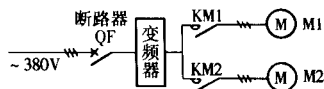

图 1-1-8 交流接触器应用电路
(2) 1 台变频器拖 2 台（或多台）时的应用，如图 1-1-8 所示。 KM1 闭合，电动机 M1 变频